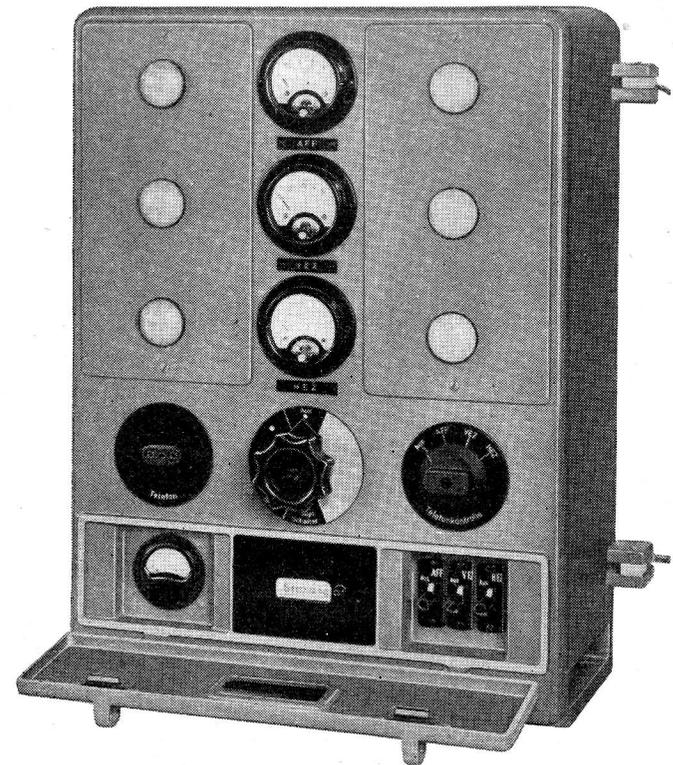

Abbildung 3: BÜG, Vorderansicht offen
- Abbildung 3: BÜG, Vorderansicht offen.
Unter dem Schnappdeckel (vgl. die folgende Abbildung 3) sind drei Prüf-